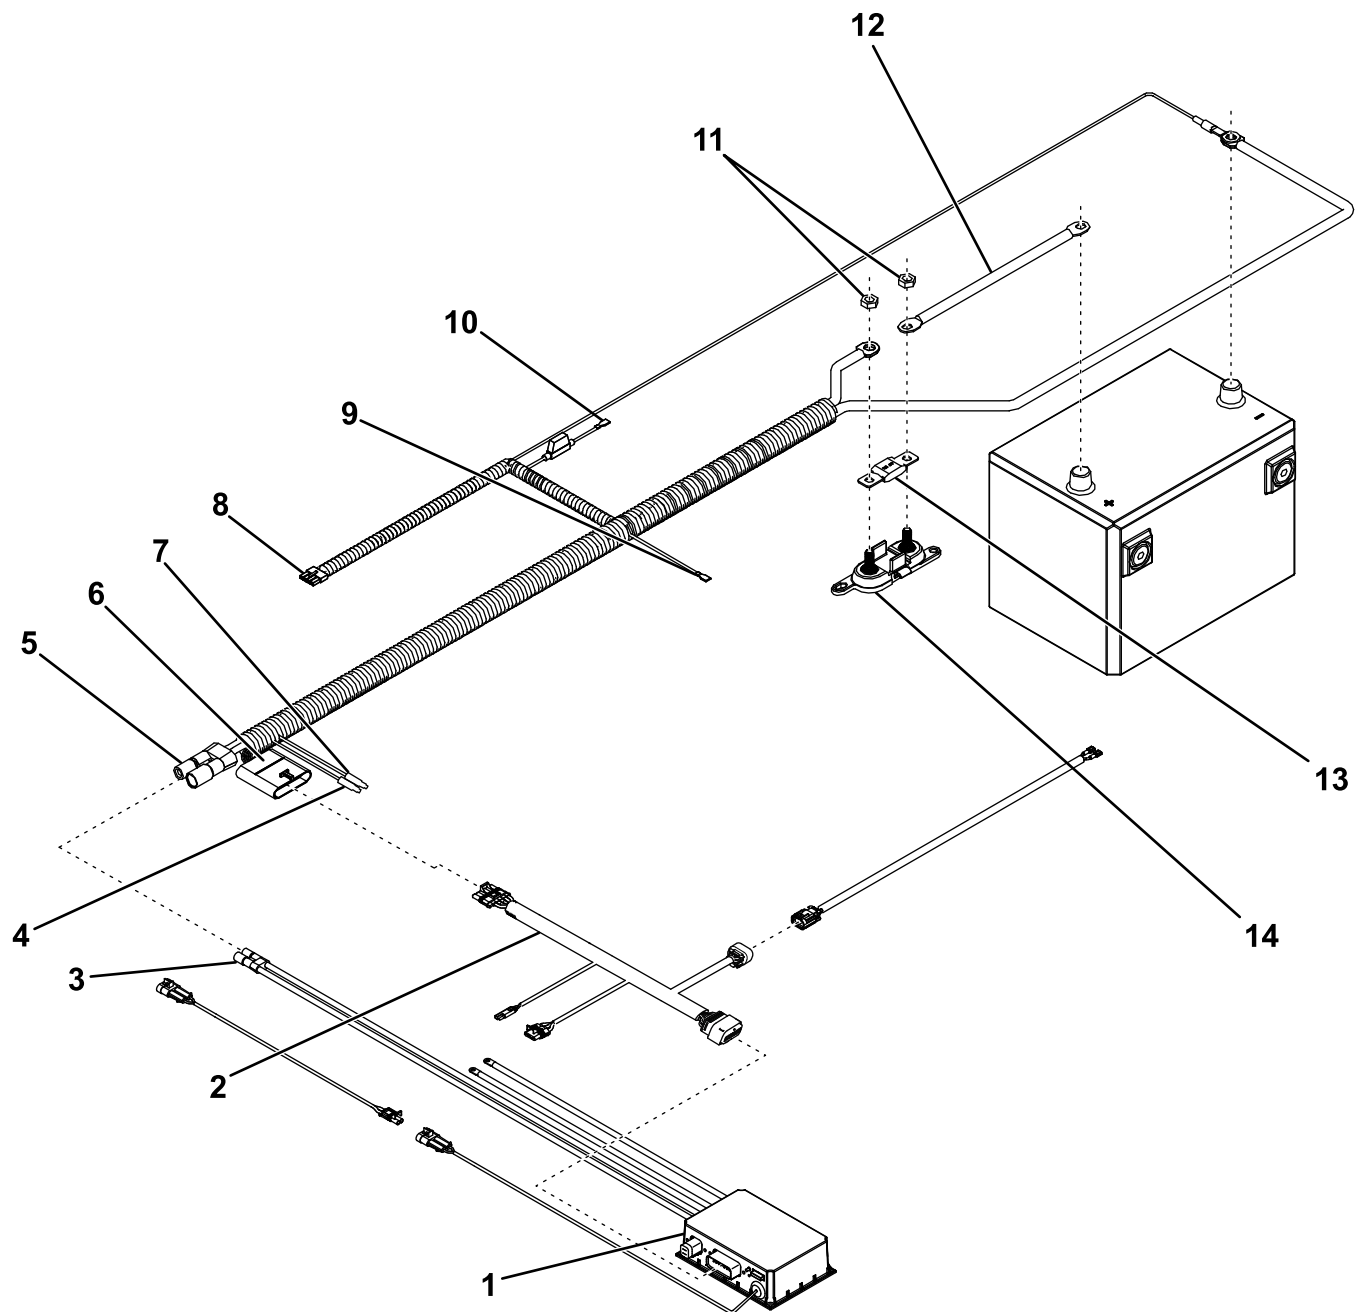

Figura 3
1. Sujete los conectores de corriente/masa y del arnés principal del lado del vehículo cerca del centro del parachoques trasero con bridas (Figura 3).
5. Conecte el cable rojo de corriente/masa al bloque de fusibles (Figura 3).
6. Conecte el cable de corriente al otro extremo del bloque de fusibles (Figura 3).
8. Conecte el cable de corriente al borne positivo (+) de la batería (Figura 3).
9. Conecte el conector plano rojo con fusible en línea a una toma de corriente bajo llave con fusible del vehículo (Figura 3).
10. Conecte el terminal plano rojo sin fusible en línea al fusible central superior de las luces de freno, si está disponible (Figura 3).
11. Conecte el conector tipo bala blanco al cable de masa de la luz trasera con un conector de empalme rápido (Figura 3).
12. Conecte el conector tipo bala marrón al cable de la luz de circulación diurna trasera con un conector de empalme rápido (Figura 3).
14. Conecte el cable negro de corriente/masa y el cable de masa del controlador al borne negativo (-) de la batería (Figura 3).